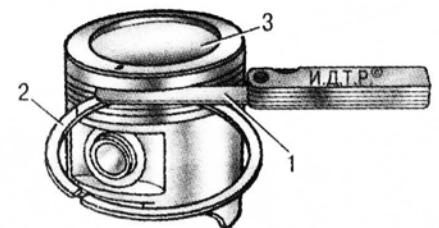

Рис. 4.40. Проверка зазора между поршневым кольцом и канавкой в поршне: 1 — щуп; 2 — поршневое кольцо; 3 — поршень
10. Проверьте плоским щупом зазор по высоте между канавками в поршне и кольцами, вставляя кольцо в соответствующую канавку (рис. 4.40). Номинальный (расчетный) зазор 0,02–0,05 мм. Максимально допустимый зазор 0,15 мм.